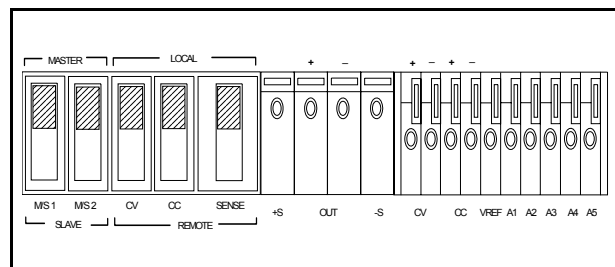

図 4. 電源投入チェックアウトのためのリア・パネル・コントロールのスイッチ設定
- b. リア・パネル・スイッチの設定が図 4 のように設定されているかチェックします。
本電源装置は、ローカル動作モードが設定された状態で工場から出荷されます。ローカル動作モードでは、図 4 に示すように、リア・パネルのスイッチを設定する必要があります。この電源装置は、定電圧 (CV) または定電流 (CC) 出力を提供します。